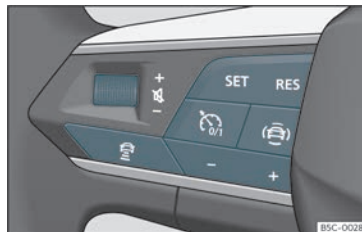

Fig. 151 No volante multifunción: botóns para manexar o ACC
O seu vehículo dispón de ACC se conta cun menú de configuración no sistema de Infotainment»» páx. 91, e se tes os botóns propios da función ACC no volante multifunción »» fig. 151.
- Para comezar a regulación, prema o botón **SET**»» fig. 151.
Para programar a velocidade prema os botóns + ou ->>> **fig. 151** ata a velocidade desexada. O axuste de velocidade realízase en intervalos de 10 km/h (5 mph).
- Prema o botón e, a continuación, o botón + ou ->>> **fig. 151**.